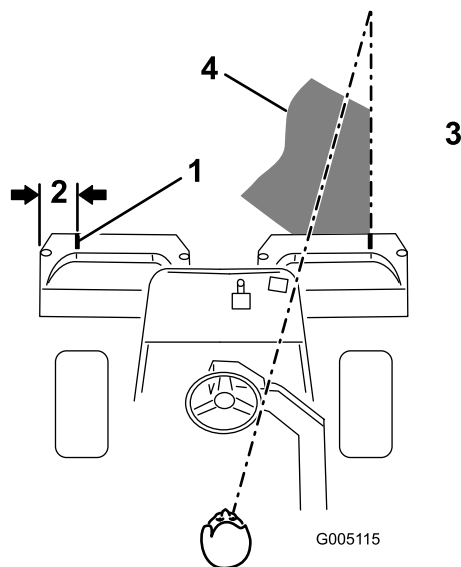

Figura 10
2. Applicare una striscia adesiva bianca, oppure tracciate una linea con della vernice bianca, su ciascun cestello, parallela al bordo esterno del cestello stesso (Figura 10).